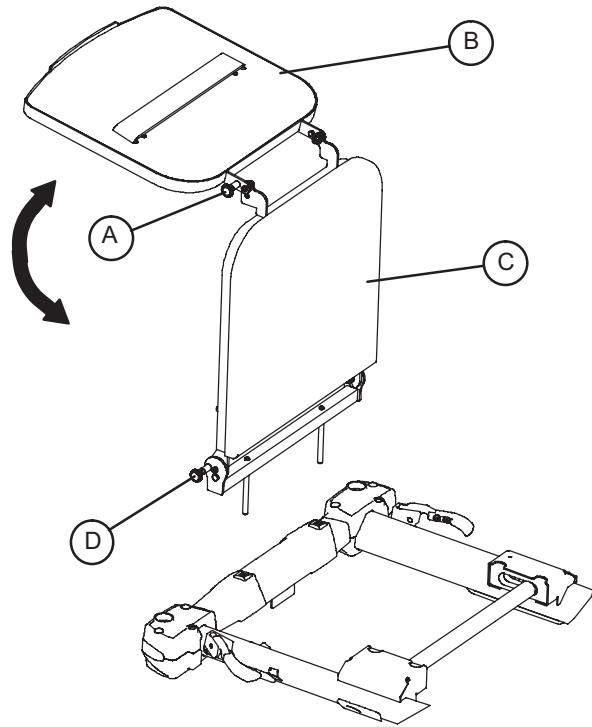

Abbildung 15 - Optionale Bettverlängerung/Defibrillator-Tablett - Fußende
Um das Tablett für Defibrillatoren zu verwenden, den oberen Knopf (A) herausziehen und das Tablett (B) über die Bettverlängerung (C) drehen, bis sich das Tablett flach über dem Fußende des Stretchers befindet (siehe Abbildung 15).
Um das Tablett als Bettverlängerung zu verwenden, den Knopf (A) herausziehen und das Defibrillator-Tablett zurückdrehen, bis es an der Bettverlängerung (C) einrastet. Den Aufbau festhalten und den unteren Knopf (D) herausziehen, um die Bettverlängerung auf die Höhe des Betts abzusenken (siehe Abbildung 15).